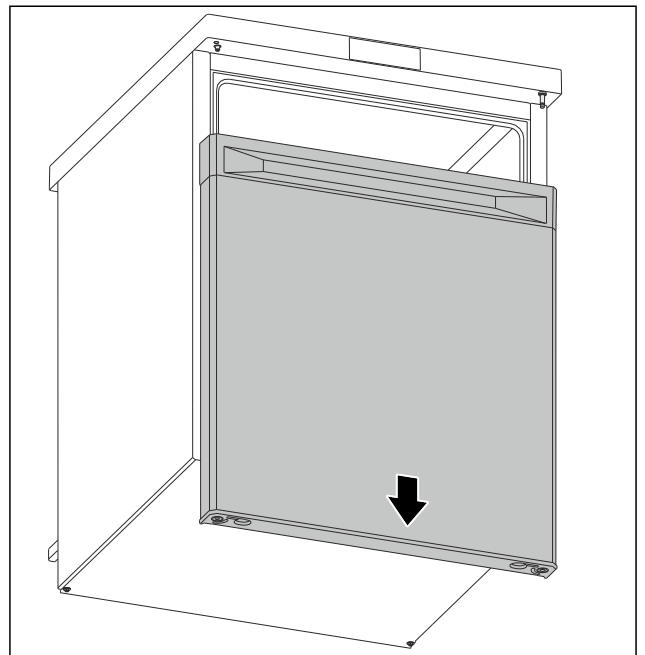

Fig. 6
- ▶ Verwijder de deur naar beneden. (zie Fig. 6)